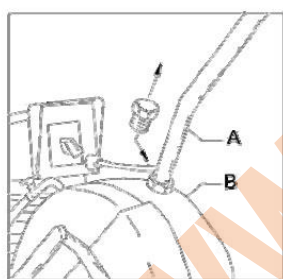

Рис.4.01
- Снять пластиковую заглушку с режущей головки (рис. 4.01). При необходимости в отверстии можно установить рым-болт M20 DIN 580.
- Установить и зафиксировать рукоятку на режущей головке (рис. 4.01 А).
- Проверить уровень масла для смазки режущей головки, при необходимости долить масло (рис. 4.01, см. стрелку).